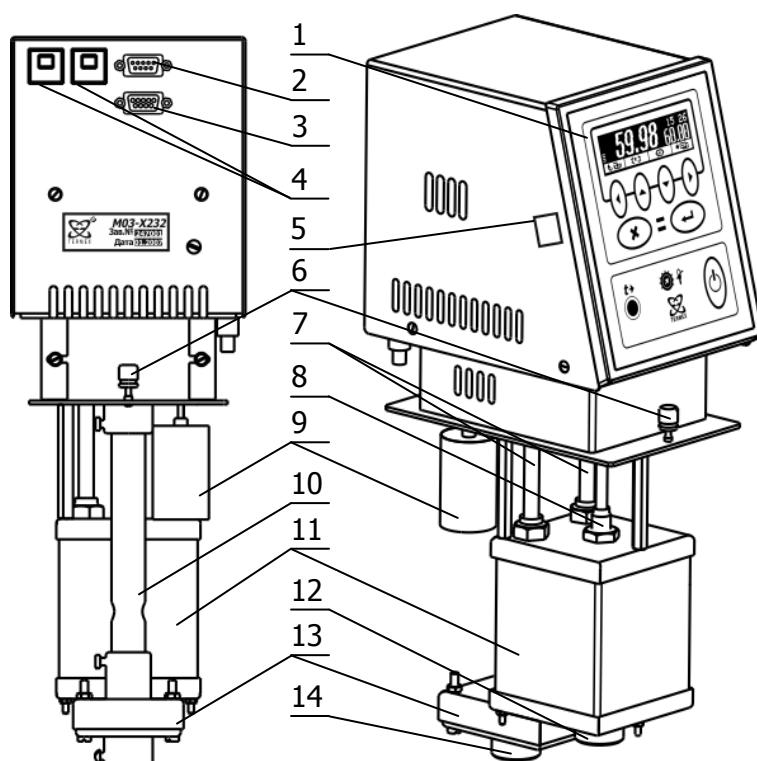

Рисунок 1 — Устройство блока регулирования
1.4.2 Работа блока регулирования заключается в поддержании заданной температуры потока теплоносителя, прокачиваемого насосом 13 через резервуар 11 (рисунок 1). Забор теплоносителя производится через входной патрубок 14, а выброс — через выходной патрубок 12.
В процессе работы блока регулирования на дисплее 15 отображается температура теплоносителя, значение уставки (задание), мощность нагрева, текущее время и дополнительная служебная информация. Установка режимов работы блока регулирования осуществляется органами управления, расположенными на лицевой панели 1 (рисунок 1).
2.2.1 Установить блок регулирования на ванне так, как указано в руководстве по эксплуатации терmostата и закрепить винтами 6 (рисунок 1).